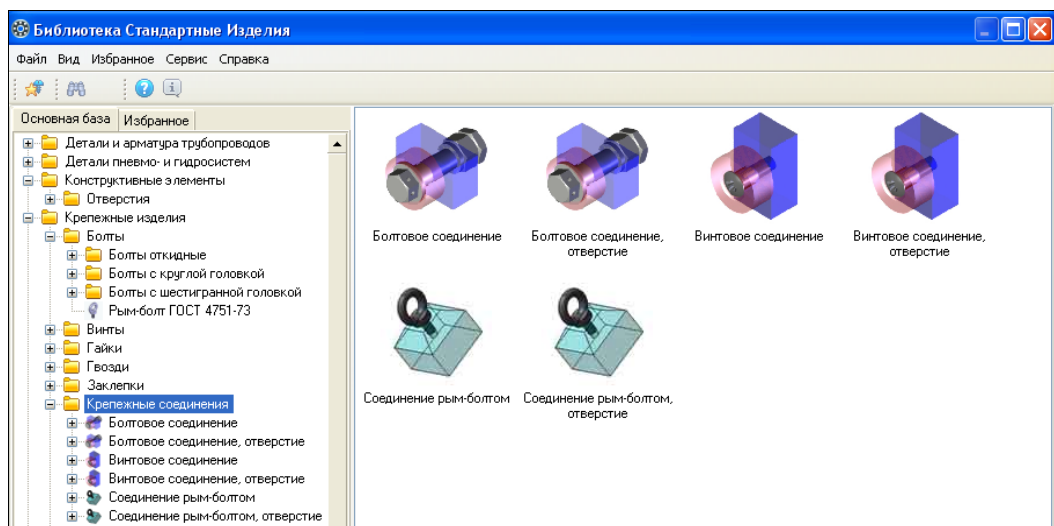

Рис. 26.62. Диалоговое окно **Библиотека Стандартные Изделия** с раскрытым пакетом **Крепежные соединения**
- ◆ в окне **Библиотека Стандартные Изделия** в Области навигации щелкните по знаку "плюс" пункта **Крепежные изделия** ► **Крепежные соединения**. В Области свойств раскроется состав этого пакета (рис. 26.62);